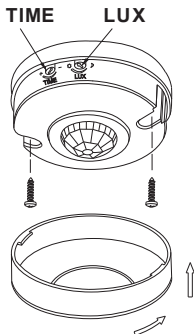
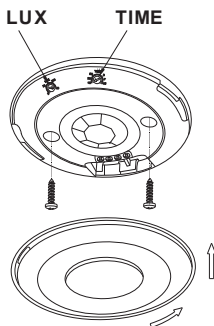

Рисунок 12 – Датчик движения ДД 025, ДД 027
Рисунок 13 – Датчик движения ДД 026
- повернуть против часовой стрелки защитную крышку датчика. Снять крышку (рисунок 13);
- установить датчик на опорную поверхность (потолок, стена) и закрепить его через два отверстия в корпусе винтами самонарезающими (рисунок 12, рисунок 13);